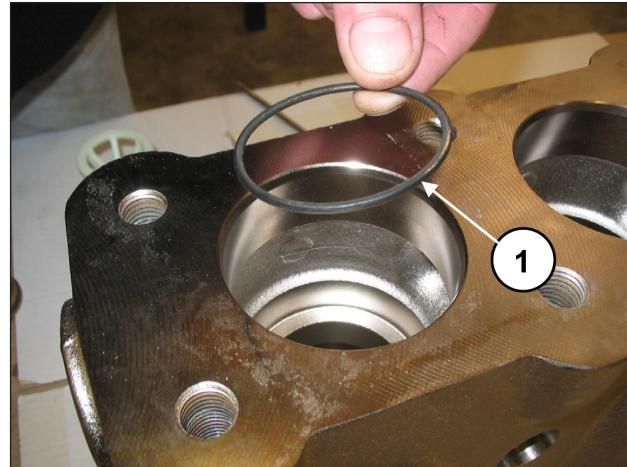

Fig. 120
Placer le joint torique, rep. vue éclatée n° 5 (rep. ①, Fig. 120).